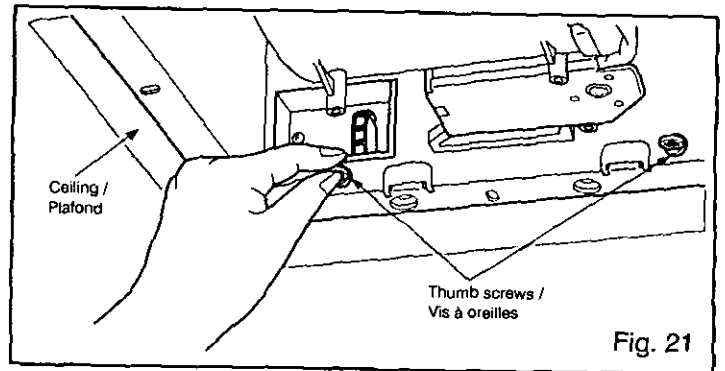

Fig. 21
8. Secure fan body to adapter using two thumb screws. (Fig. 21)
8. Au moyen de deux vis à oreilles, fixez le boîtier du ventilateur à l'adaptateur. (Fig. 21)